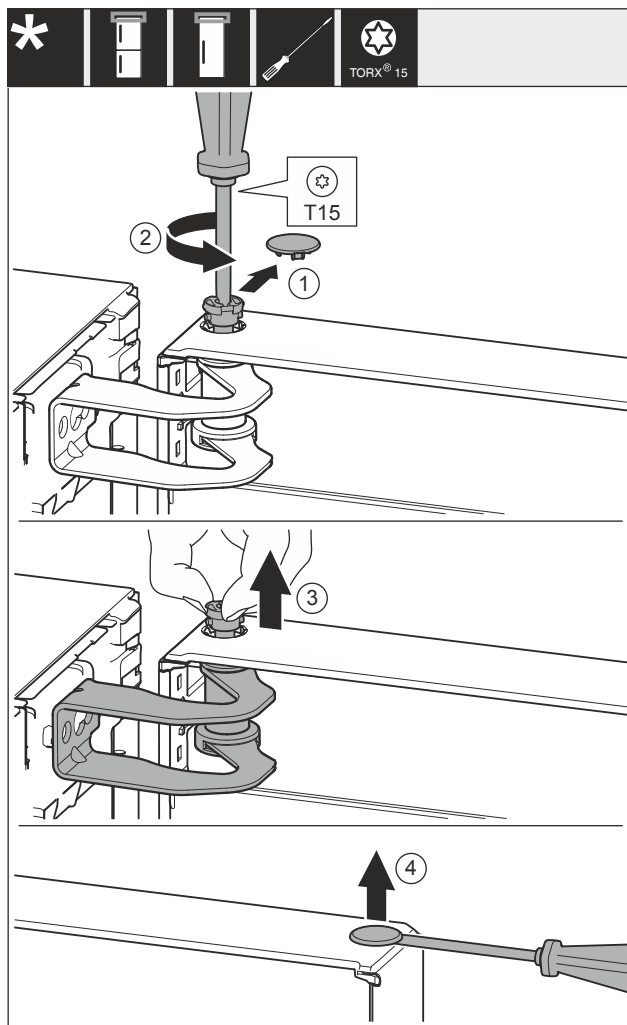

Fig. 24
- Осторожно снимите крышку Fig. 24 (1).
- Немного выкрутите палец Fig. 24 (2) отверткой.
- Вручную вытяните палец Fig. 24 (3).
- Осторожно приподнимите крышку Fig. 24 (4) отверткой и снимите ее.